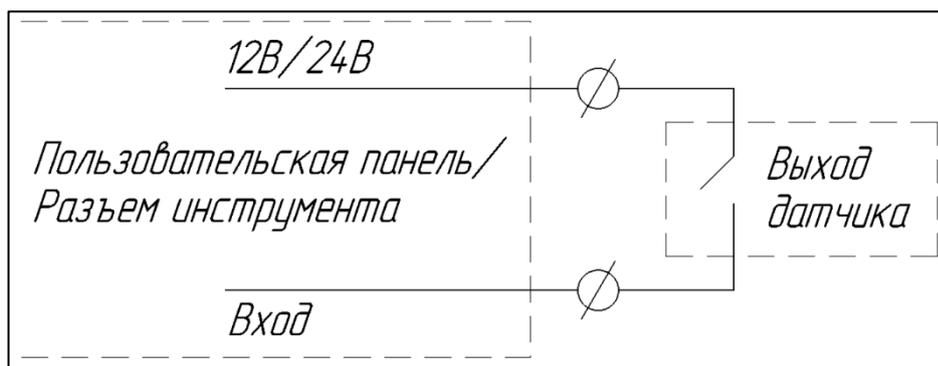

Рисунок I-21 – Подключение датчика типа «Сухой контакт»
- Подключение датчика типа «Сухой контакт» (см. Рисунок I-21):